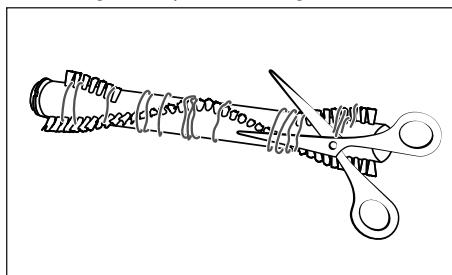

Fig. 26
- 4) Klip trævler og hår langs børsterne til børsterullen 21 igennem med en saks (se fig. 26). Fjern trævler og hår fra børsterullen 21.